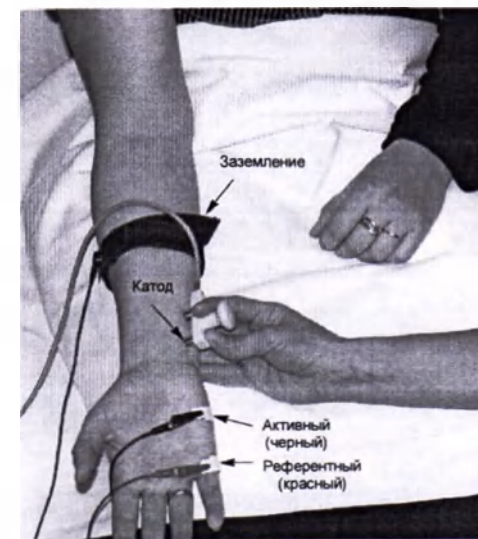

рис. 36. Проведение стимуляции в дистальной точке
- Первая точка стимуляции находится на уровне запястья по локтевому краю. Стимулирующий электрод накладывают катодом более дистально на один поперечный палец выше гороховидной кости (рис. 36).